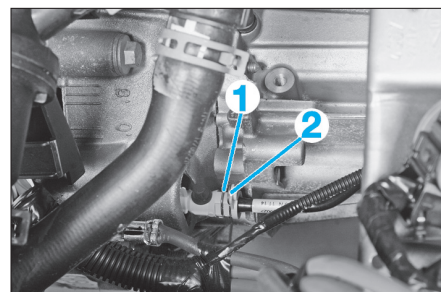

FIG. 3
- Soulever l'agrafe (1) (Fig.3) de la canalisation du cylindre récepteur sur la boîte de vitesses.
- Tirer d'un cran en arrière la canalisation d'embrayage (2).